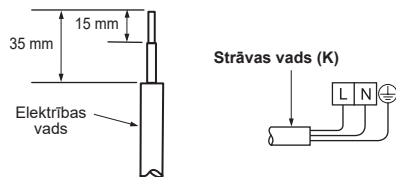

Fig. 1
- Drenāžas šļūtenei jābūt vērsta uz leju, lai atvieglotu šķidruma plūšanu. (Fig. 1)
- 1) Pareizi nogrieziet vara cauruli ar cauruļu griezēju. (Fig. 1, 2)